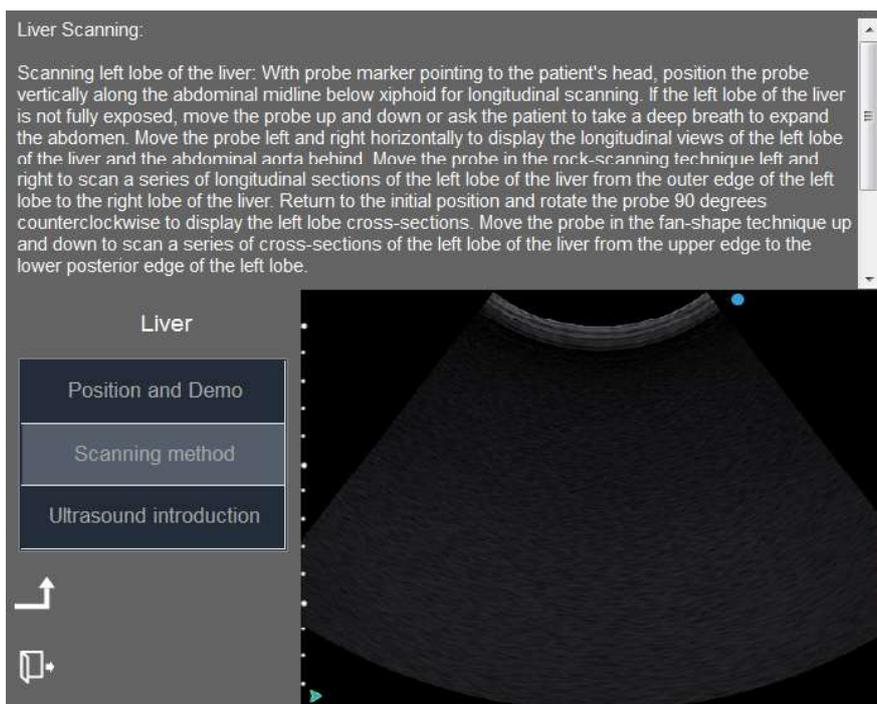

Fig. H-4 Método de digitalização
- 4) Clique em "**Método de digitalização**" à esquerda da tela para entrar na tela mostrada na Fig. H-4. O método de varredura de várias partes do fígado é descrito na parte superior da tela, e a imagem de diagnóstico em tempo real está no canto inferior direito. Os usuários podem consultar esse método para operação real.